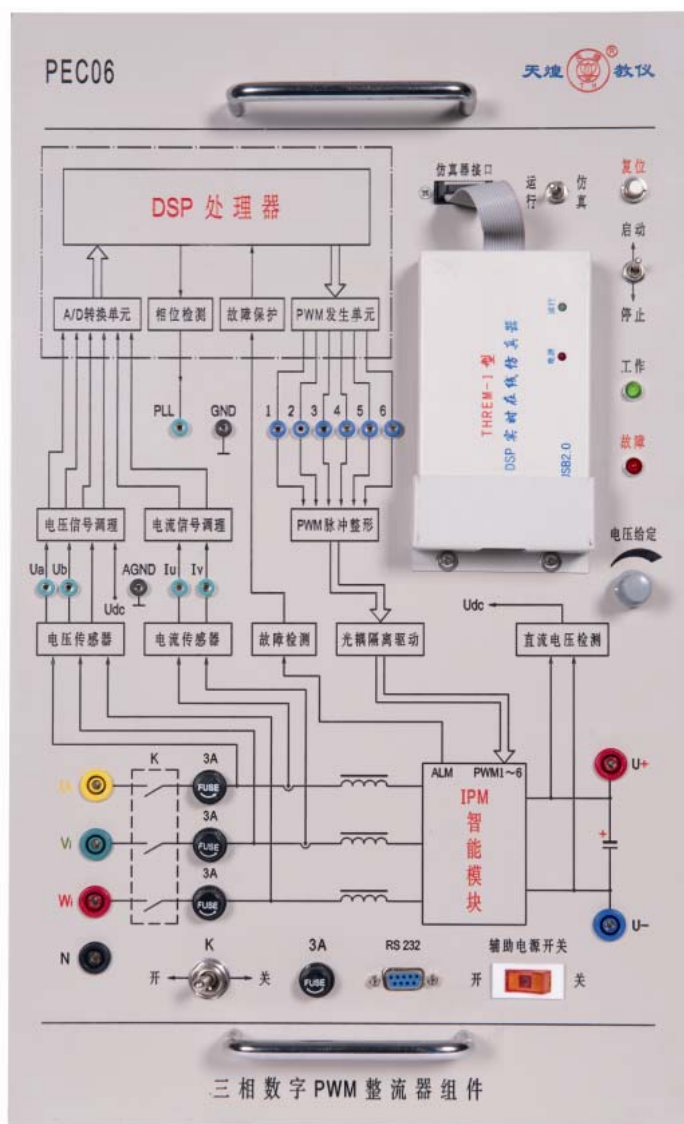
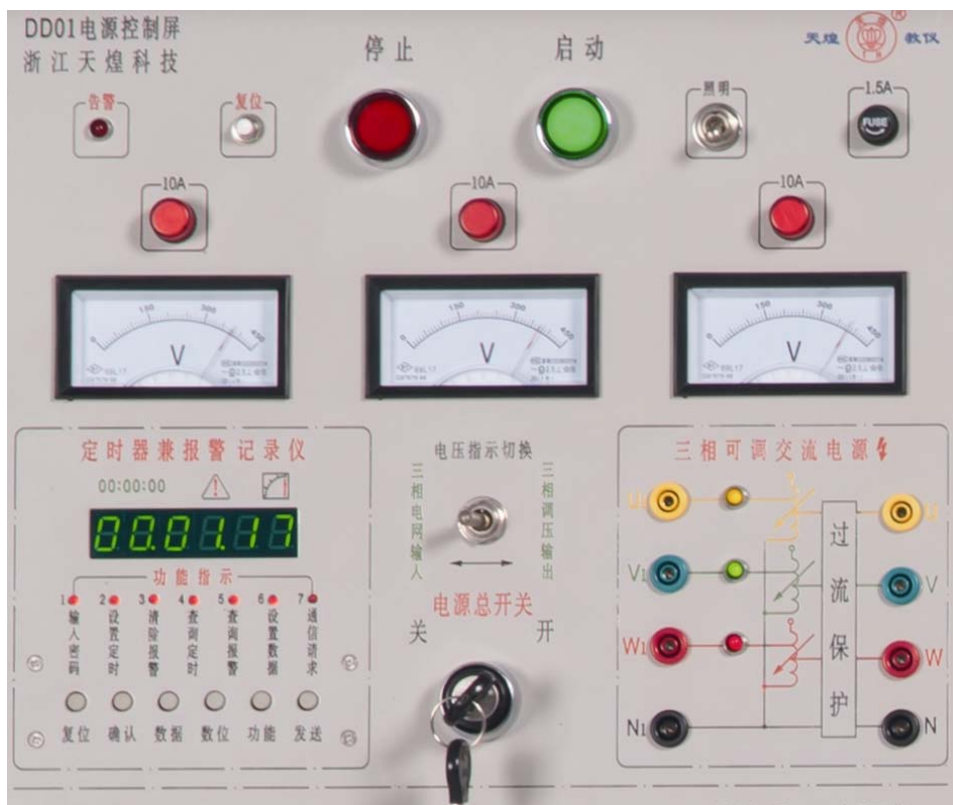

图1 三相数字PWM整流器组件
图2 控制屏面板
① 将PEC06, D41型挂件依次挂到控制屏上,将PEC06型挂件上的【辅助电源开关】、功率电源开关【K】均打到“关”状态。
② 将PEC06型三相数字PWM整流器组件面板上的“运行/仿真”【小钮子开关】打到“运行”,将“启动/停止”【小钮子开关】打到“停止”,将电压给定【电位器】逆时针旋转到最小,其中PEC06型挂件见图1。
③ 用四号强电导线分别连接控制屏面板(见图2)上的【三相调压器输出【U】、【V】、【W】和【N】到PEC06型三相数字PWM整流器组件面板上的【U_i】、【V_i】、【W_i】和【N】。
参考图2，打开控制屏面板上的【电源总开关】，此时【停止】指示灯亮；参考图1，依次打开PEC06型挂件上的【辅助电源开关】、功率电源开关【K】；按下控制屏面板上的【启动】按钮，【启动】指示灯亮，三相隔离变压器得电。
参考图2，打开控制屏面板上的【电源总开关】，此时【停止】指示灯亮；按下控制屏面板上的【启动】按钮，【启动】指示灯亮，三相隔离变压器得电；依次将PEC07组件上的【电源开关】打到“开”状态，【励磁电源】开关打到“开”状态。